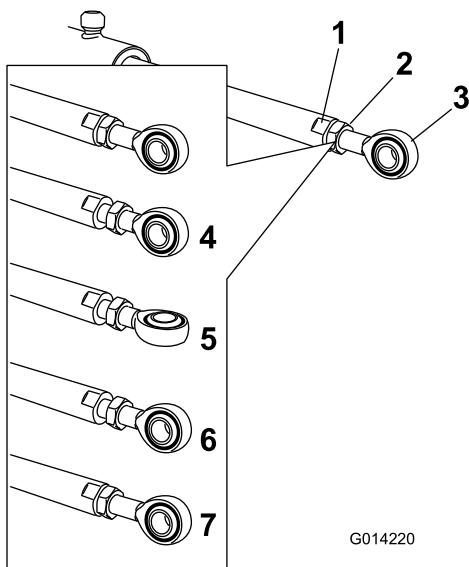

Bild 104
5. Arretieren Sie die flachen Seiten der Aktuatorstange mit einem Schraubenschlüssel und lösen Sie dann die Klemmmutter, damit Sie die Ösenstange manipulieren können (Bild 104).
- Drehen Sie die Ösenstange in der Aktuatorstange, um den ausgefahrenen Aktuator auf die gewünschte Stellung zu verlängern oder zu verkürzen (Bild 104).